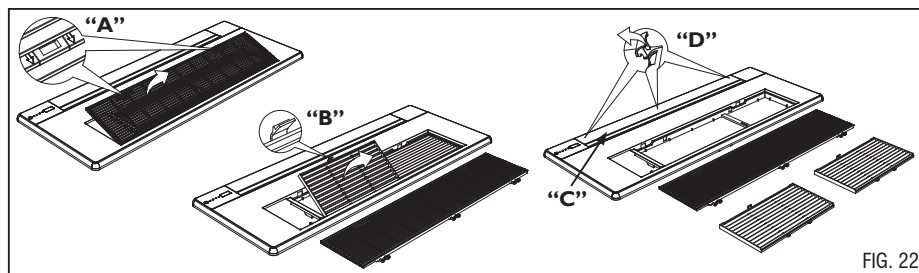

FIG. 22
- Pressione na direção indicada pela seta na grade ("A" - Fig. 22) para destravar o encaixe e remover a grade de proteção.
- Pressione então o encaixe ("B" - Fig. 22) para remover o filtro.
- Com cuidado abra o defletor de ar ("C" - Fig. 22) e remova as três tampas ocultas dos parafusos ("D" - Fig. 22).